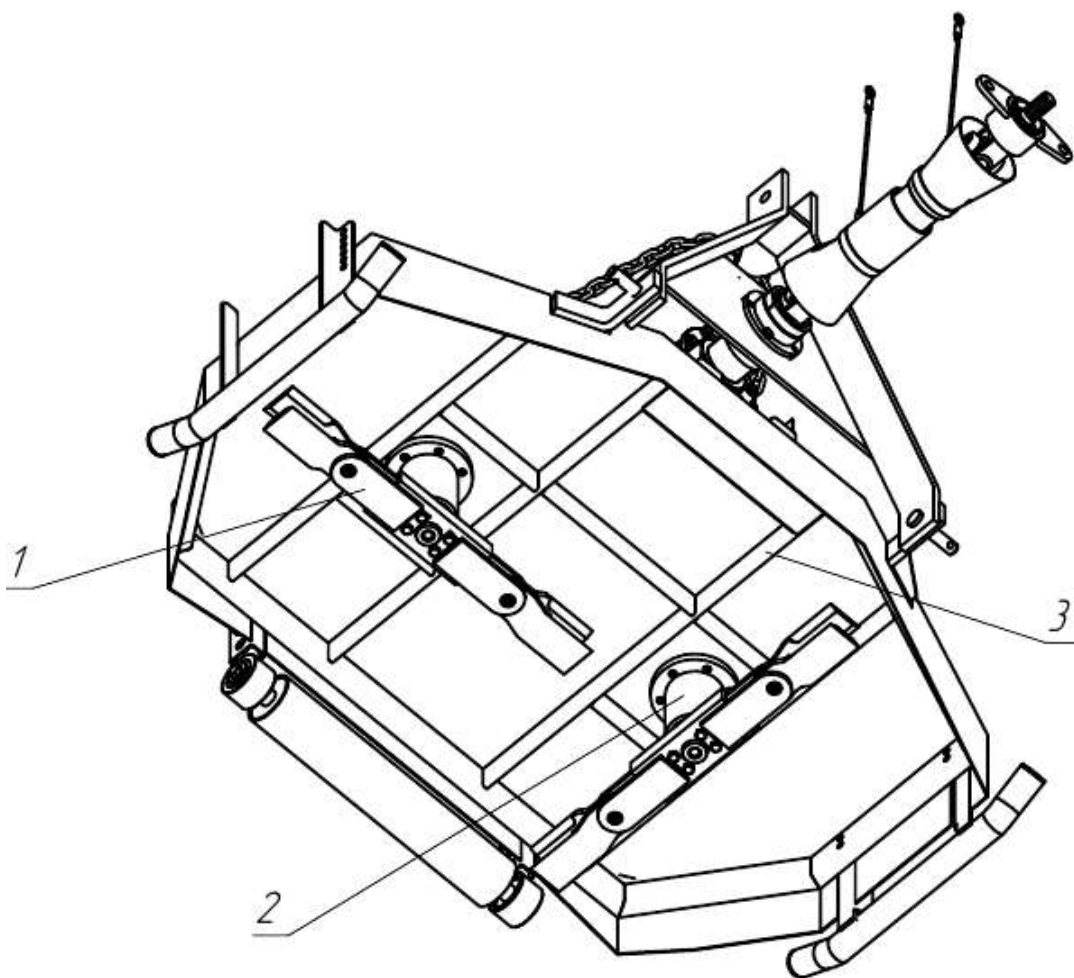

Рисунок 2 – Крепление ножа косилки
1.5.3 Скашивание травы осуществляется при помощи вращающихся ножей, установленных на роторе 2 (рисунок 2). Направление вращения по часовой стрелке при взгляде сверху.
1.5.5 Для переустановки или замены ножей необходимо произвести их частичную разборку, переустановить или заменить нож 1 (рисунок 2). Сборку выполнить в обратной последовательности, зашплинтовать шплинтом из комплекта запасных частей. Поверхности трения смазать смазкой. После сборки ножи должны проворачиваться свободно без заеданий.